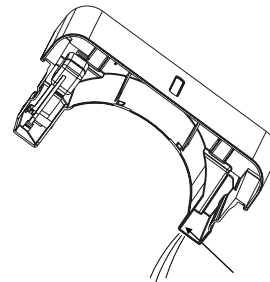

Fig.7
- Deite fora a água a partir da respetiva saída (consulte a Fig.7) e volte a colocar o reservatório no devido lugar. O reservatório tem de estar colocado e devidamente encaixado para que o desumidificador possa funcionar.